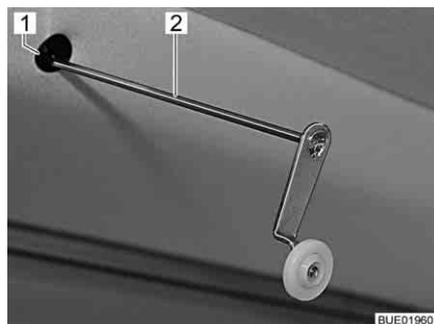

Bild 123 Kurbel für Notbetrieb
- Beiliegende Kurbel (Bild 123,2) oder Innensechskantschlüssel in die Aufnahme (Bild 123,1) am Motor stecken. Die Aufnahme befindet sich im Ausschnitt der Blende oben links am Hubbett.